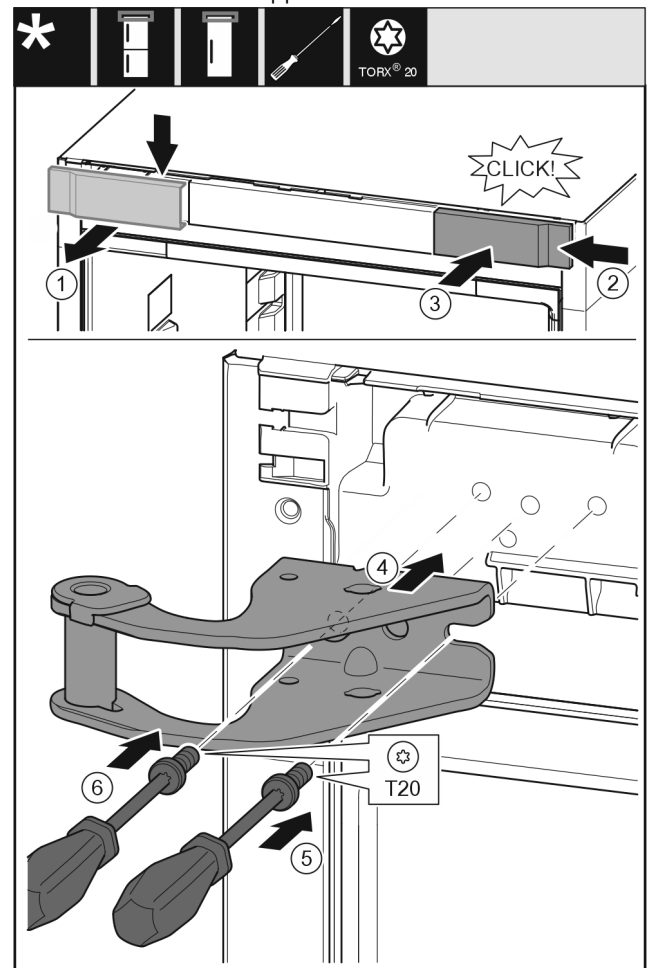

Fig. 9
- Rimuovere la copertura dall'alto in avanti. Fig. 9 (1)
- Ruotare la copertura di 180° e agganciarla sull'altro lato da destra. Fig. 9 (2)
- Innestare la copertura. Fig. 9 (3)
- Applicare il blocco di supporto superiore. Fig. 9 (4)
- Applicare la vite con il cacciavite T20 e serrare. Fig. 9 (5)
- Applicare la vite con il cacciavite T20 e serrare. Fig. 9 (6)